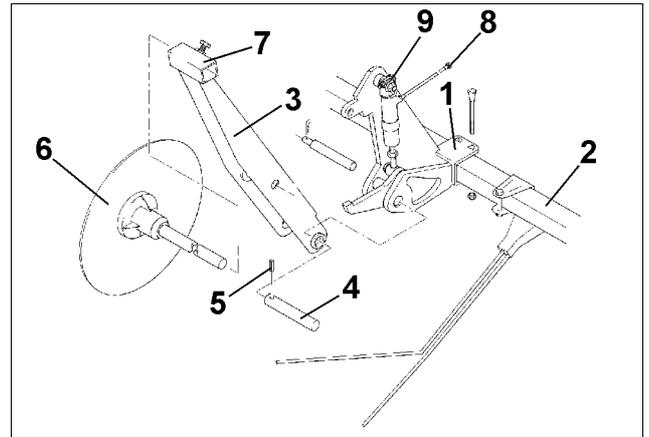

Fig. 114
- zwei Anbauträger (Fig. 114/1) am Exaktstriegel befestigen
- Spurscheibenträger (Fig. 114/3) mit Bolzen (Fig. 114/4) und Spannstift (Fig. 114/5) abstecken und sichern
- Spurscheiben (Fig. 114/6) in die Spurscheibenträger (Fig. 114/3) stecken und mit Skt.-Schrauben (Fig. 114/7) festklemmen
- Hydraulikschläuche (Fig. 114/8) an beiden Hydraulikzylindern (Fig. 114/9) anschließen und zusammen mit dem Hydraulikzylinder für die Fahrgassenschieber im Verteilerkopf am elektro.-hydr. Ventil anschließen